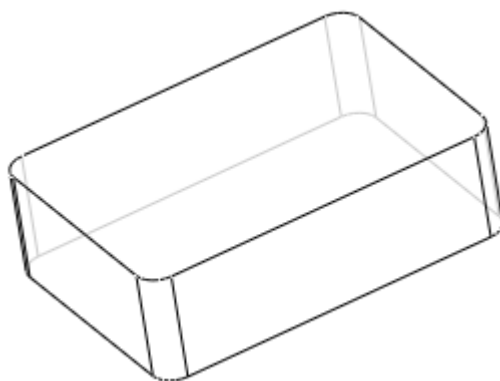

图 52-4
- (3) 单击  按钮，完成拉伸截面的绘制，返回特征操控板，单击  按钮，完成拉伸特征建立，如图 52-4 所示。